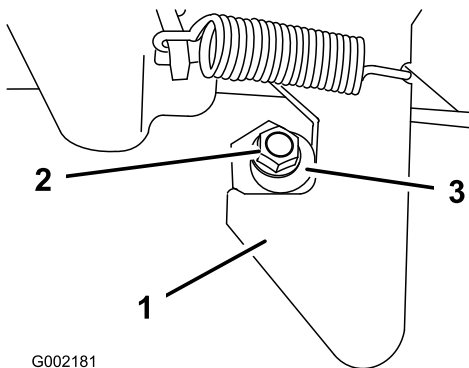

Figure 29
1. Desserrez l'écrou au bout du montant de verrouillage (Figure 29).
2. Tournez le montant dans le sens horaire jusqu'à ce qu'il soit bien serré contre le verrou, puis serrez l'écrou (Figure 29).